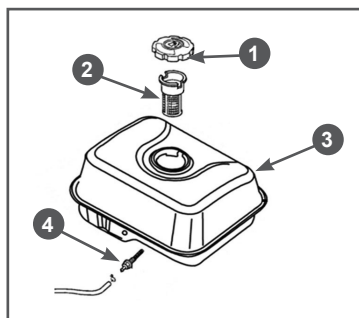
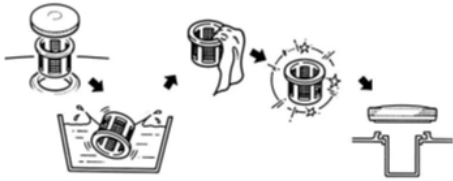

Рис. 18 Топливные фильтры
Рис. 19 Обслуживание фильтра топливного бака
В топливном баке установлены два сетчатых топливных фильтра. Один фильтр устанавливается в заливной горловине топливного бака. Второй фильтр конструктивно объединен со штуцером топливного бака и установлен внутри бака (Рис. 18).
- Топливный фильтр 2 (Рис. 18), установленный в горловине бака, проверяйте при каждой заправке бака топливом. При необходимости вынимайте сетчатый фильтр из бака и производите его очистку (Рис. 19). Регулярно проверяйте целостность сетчатого фильтра, при обнаружении механических повреждений замените сетчатый фильтр.
Через каждые 300 часов работы необходимо производить очистку топливного бака от грязи и конденсата. Одновременно с очисткой топливного бака необходимо проверять и очищать фильтр 4, установленный внутри бака (Рис. 18). Поврежденный или сильно загрязненный фильтр необходимо заменить.
3. Выкрутите из топливного бака выходной штуцер 4 и произведите его очистку (Рис. 18). Внимательно осмотрите сетчатый фильтр. При обнаружении механических повреждений замените штуцер топливного бака.